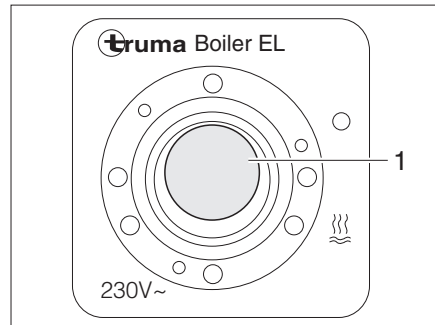

Fig. 119 Commutateur à bascule pour le chauffe-eau Truma (régime électrique 230 V)
- Mettre le commutateur à bascule (Fig. 119,1) en marche. Le voyant de contrôle placé sur le commutateur s'allume. L'eau contenue dans le chauffe-eau est réchauffée à 65 °C.
- Mettre le commutateur à bascule (Fig. 119,1) sur "O". Le voyant de contrôle placé sur le commutateur s'éteint.
- Placer l'interrupteur tournant (Fig. 118,3) de l'unité de commande (Fig. 118) sur "O" (Fig. 118,4) ou régler le commutateur à bascule (Fig. 119,1) sur "O".